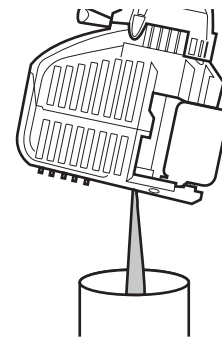

Fig. 18
- Si el nivel de aceite es demasiado alto, incline la unidad y drene el exceso de aceite en un recipiente adecuado (Fig. 18).
3. Incline la unidad verticalmente para verter el aceite fuera del orificio de llenado de aceite y al interior del recipiente (Fig. 18). Deje bastante tiempo para que se drene completamente.